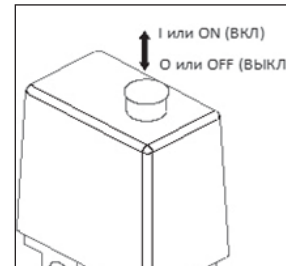

Рис. 6
- Проверьте, чтобы выключатель на реле давления находился в выключенном положении «О» / «OFF» (в зависимости от исполнения) (Рис. 6).
- Включите компрессор выключателем на реле давления. Для этого необходимо переключить выключатель в положение «I» или «ON» (в зависимости от исполнения) (Рис. 6).
- Выключите компрессор выключателем на реле давления. Для этого необходимо переключить выключатель в положение «О» или «OFF» (в зависимости от исполнения) (Рис. 6). После этого остановится электродвигатель и произойдет сброс давления из нагнетательного воздухопровода и поршневого блока.